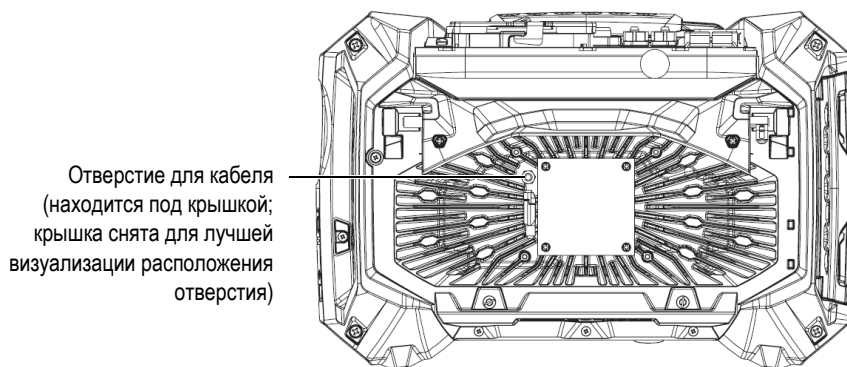

Рис. 4-1 Вентиляционная решетка (без крышки)
1. При наличии пыли и грязи в вентиляционных отверстиях, продуйте их сжатым воздухом в любом направлении с наружной стороны корпуса (макс. давление 207 кПа), но не направляйте воздух в отверстие кабеля на вентиляционной решетке (Рис. 4-1 на стр. 57).